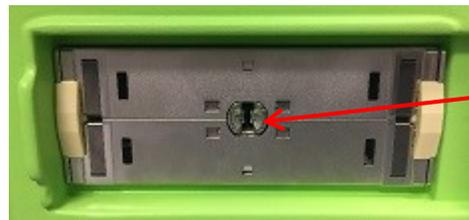

Figura 20. Muesca de bloqueo de la ranura de conexión del transductor
2. Alinee el *pasador de bloqueo* (consulte la Figura 19) del conector del transductor con la *muesca de bloqueo* de la *ranura de conexión* para el transductor del sistema ExactVu (consulte la Figura 20) de modo que el conector del transductor esté orientado como se indica en la Figura 21.